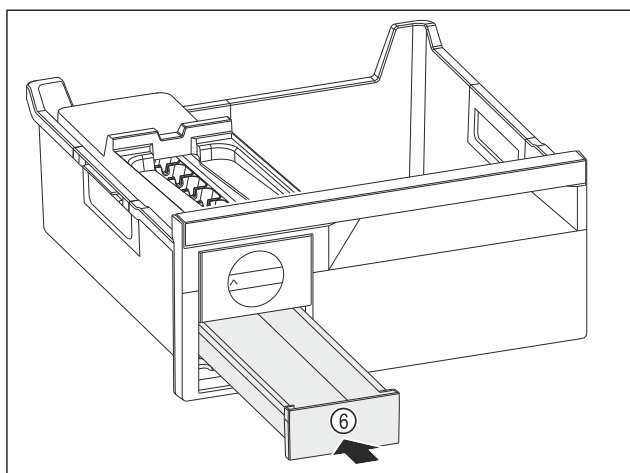

Fig. 176
- ▶ Zásuvku na kostky ledu Fig. 176 (6) zasuňte.